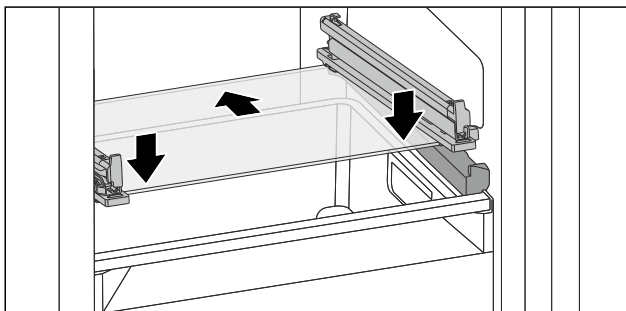

Fig. 105 Glasplatte des abklippbaren Schubfachs
► Glasplatte schräg hinter den Stopperrahmen aufsetzen. (siehe Fig. 105)